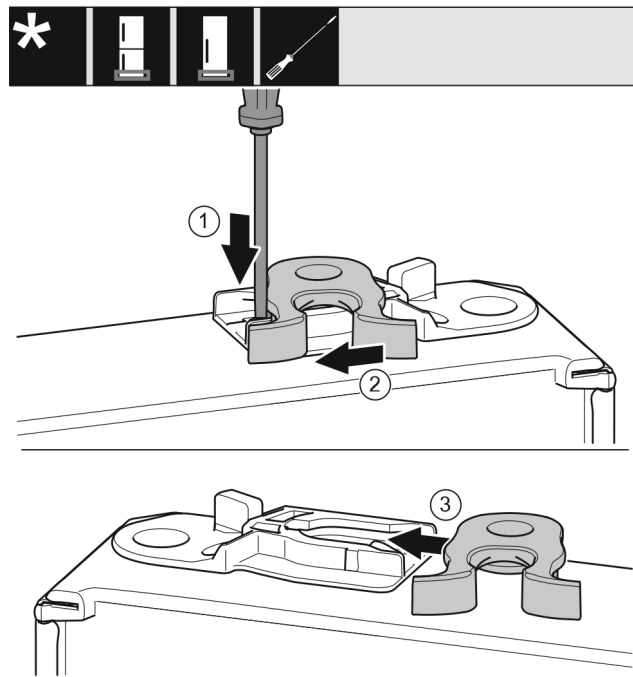

Fig. 19
- ▶ Nakładkę wcisnąć w dół przy pomocy śrubokręta. Fig. 19 (1)
- ▶ Hak zamykający wyjąć z prowadnicy. Fig. 19 (2)
- ▶ Hak zamykający wsunąć w prowadnicę znajdującą się z drugiej strony. Fig. 19 (3)